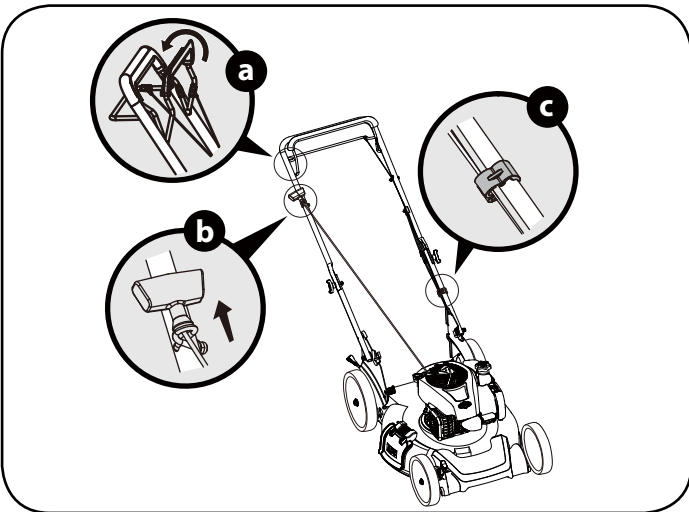

Figura 6
1. La guía de la cuerda está unida al lado derecho de la manija superior. Consulte la Figura 6.
- b. Tire lentamente de la manija de la cuerda de arranque desde el motor y deslice la cuerda de arranque dentro de la guía de la cuerda. Ver la Figura 6.